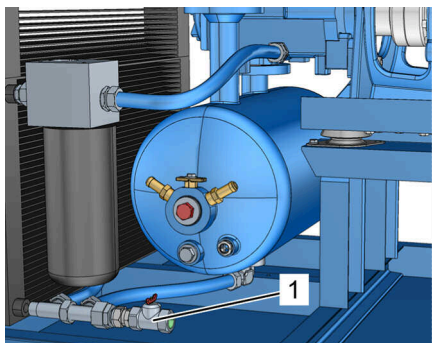

Рис. 37: Отверстие для слива охлаждающей жидкости
5. Осторожно откройте отверстие для слива охлаждающей жидкости (Рис. 37/1) и проверьте вытекающую жидкость.
7. Закройте отверстие для слива охлаждающей жидкости (Рис. 37/1) ☞ Приложение В «Моменты затяжки винтов» на странице 133.